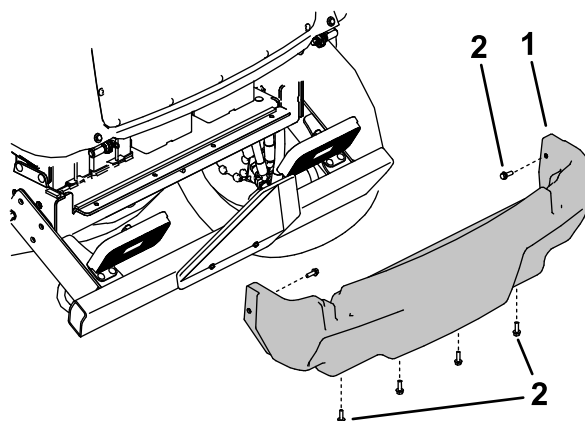

Bild 102
5. Entfernen Sie die sechs Bundkopfschrauben, mit denen die hintere Abdeckung am Rahmen befestigt ist, und nehmen Sie die hintere Abdeckung ab (Bild 102).
4. Montieren Sie die hintere Abdeckung (Bild 102).